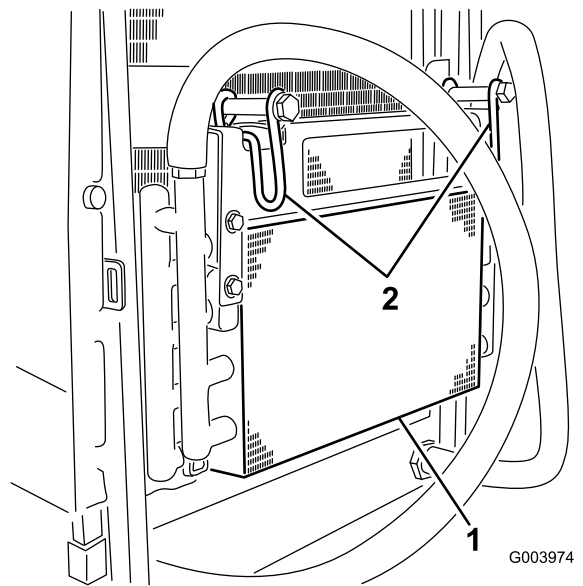

Figure 61
5. Pivotez les verrous vers l'intérieur pour dégager le refroidisseur d'huile (Figure 61).